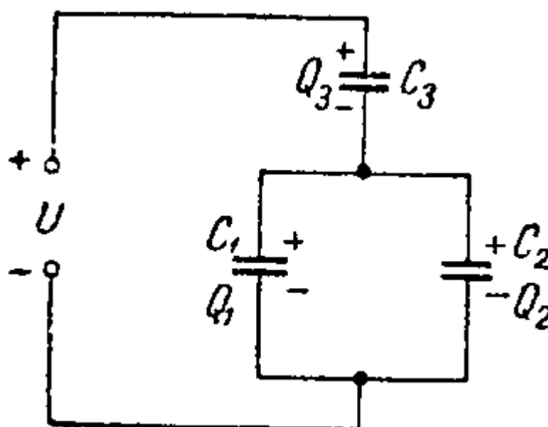

Рис. 1
15. Определить заряд и энергию каждого конденсатора в схеме на рис. 1. Заданы значения емкостей ( $C_1 = 50$  мкф,  $C_2 = 150$  мкф,  $C_3 = 300$  мкф) и напряжения ( $U = 240$  В).